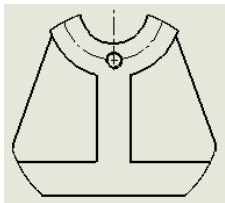

图 14-58 剪裁后的主视图
③ 执行命令。选择绘制的圆，选择菜单栏中的“插入”→“工程视图”→“剪裁视图”命令，或者单击“工程图”工具栏中的“剪裁视图”图标按钮, 执行剪裁视图命令，结果如图 14-58 所示。